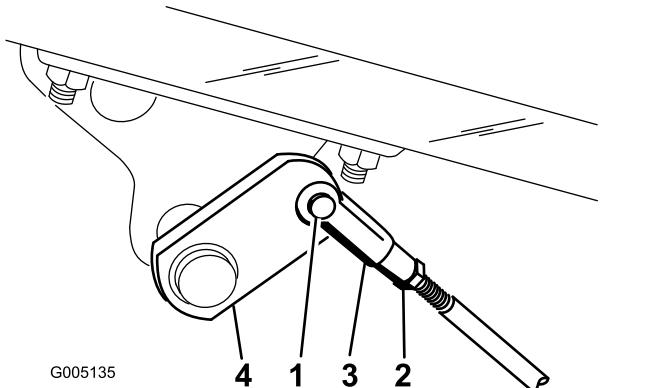

Figura 49
- A. Scollegate le aste dei freni rimuovendo la coppia e il perno del cavallotto (Figura 49).
- B. Allentate il controdado e regolate il cavallotto come opportuno (Figura 49).
- C. Montate il cavallotto sull'albero del freno (Figura 49).